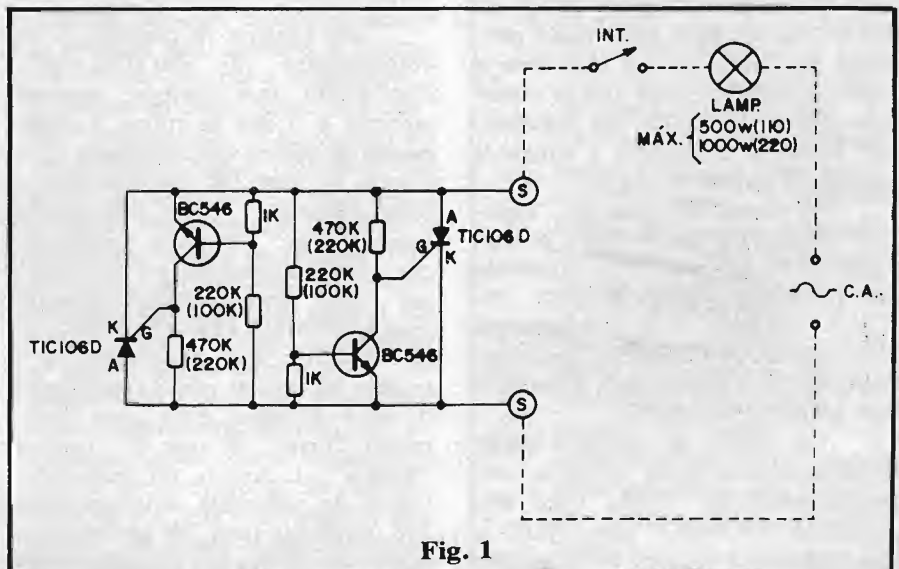
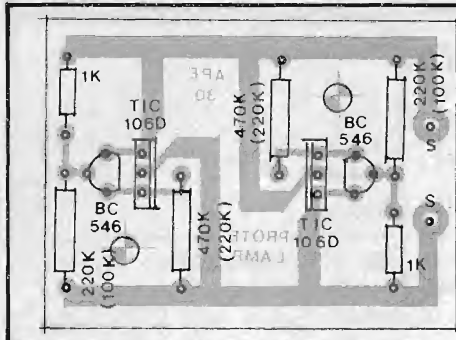

Fig. 1
Fig. 3
A fig. 1 mostra o simples diagrama do circuito do PROTELAMP, em seus dois módulos simétricos e opostos (em polaridade), de modo a promover o controle de acionamento momentâneo da lâmpada em ambos os ciclos da C.A. Cada um dos módulos é formado por um SCR (Retificador Controlado de Silício), componentes de "mão única", capaz, portanto, de determinar o chaveamento da lâmpada em apenas um dos semiciclos da C.A. (já que os ditos SCRs encontram-se, no circuito, opostamente polarizados...).
- Tanto no "esquema" (fig. 1) quanto no "chapeado" (fig. 3), os valores estão originalmente dimensionados para rede de 220V. Se o PROTELAMP destinar-se ao
A montagem propriamente tem seu "chapeado" na fig. 3, com